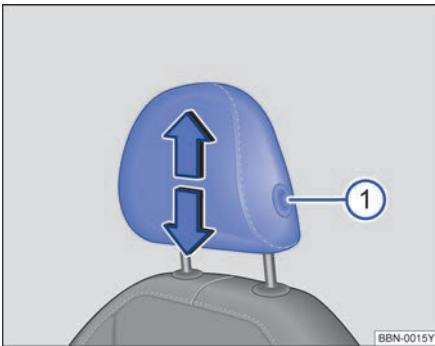

图 59 调整前排头枕
- 按住按钮→图 59①，同时沿箭头方向上推或下压头枕即可将头枕调整至合适高度→⚠。